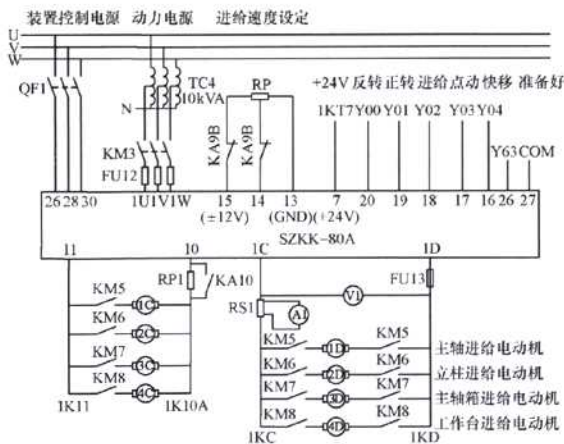

图 2 主轴、立柱、主轴箱、工作台进给电动机控制
(2) 驱动部分改造 这次改造驱动装置选用襄樊富门子公司的宽调速晶闸管直流调速装置, 其中, 工作台运动、主轴箱上下运动、镗杆进出运动和立柱左右运动这 4 个坐标, 因驱动电动机相同, 选择一套 80A 装置, 型号为 SZKK-80A, 用接触器切换。如图 2 所示。